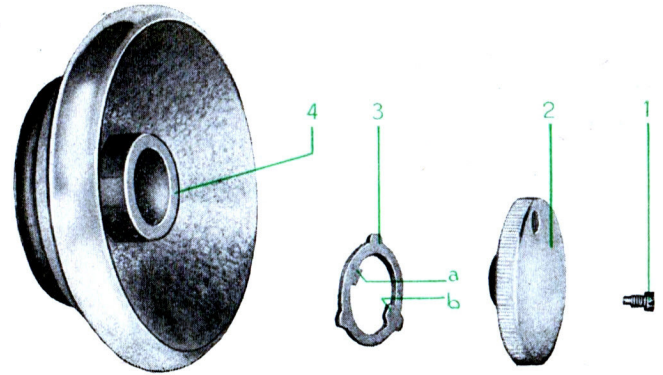

Abb. 1
2. Drehrichtung des Handrades und Einschalten des Nähwerkes (Abb. 1)